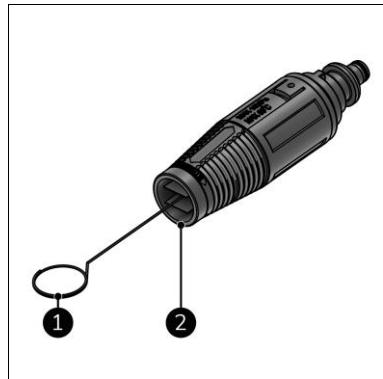

Abbildung 21
3. Ziehen Sie die Düse (Abbildung 21, Pos. 1) von der Verlängerungslanze (Abbildung 5, Pos. 2).
4. Reinigen Sie die Düse mit dem Reinigungsstift (Abbildung 21, Pos. 1).
4. Reinigen Sie beide Düsen (Abbildung 2\2, Pos. 2) mit dem Reinigungsstift (Abbildung 21, Pos. 3).